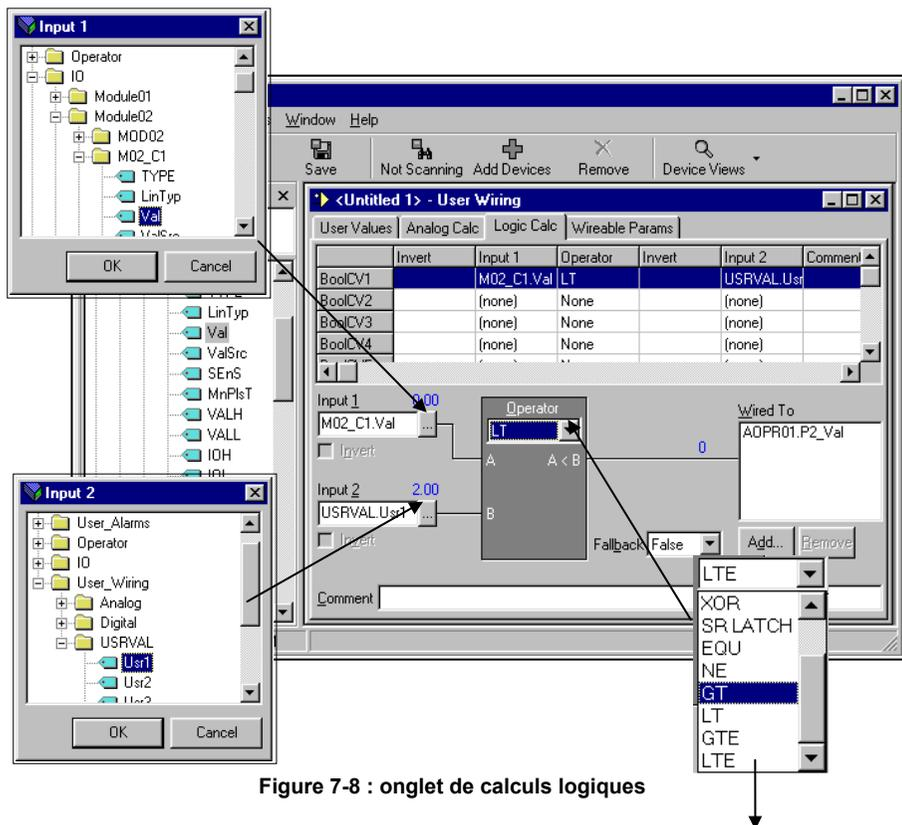

Figure 7-8 : onglet de calculs logiques
8. Les valeurs actuelles des paramètres d'entrée sont affichées en bleu sur la vue Calcul logique. Elles se trouvent juste au-dessus de la touche "points de suspension", cf. figure 7-8
9. La valeur actuelle de la sortie est affichée en bleu sur la vue Calcul logique. On peut par conséquent voir directement le résultat du calcul, avec les valeurs des entrées, cf. figure 7-8.